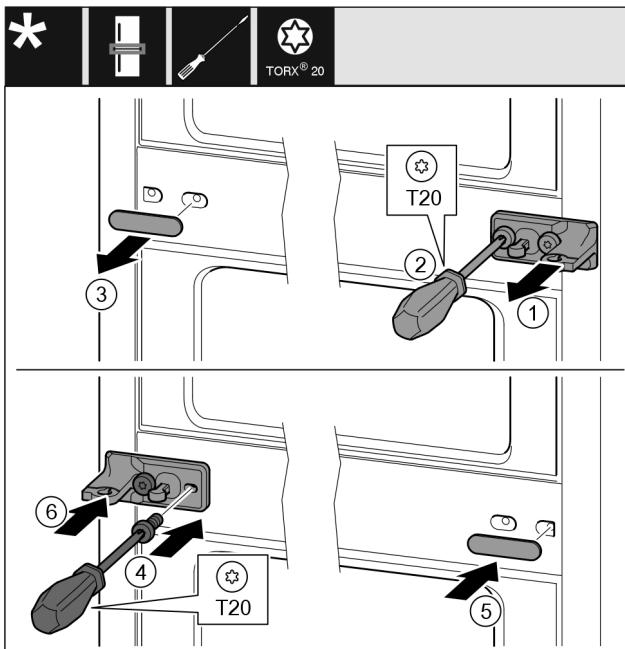

Fig. 33
- Свалете шайбата. Fig. 33 (1)
- Отвийте винтовете с отвертка T20. Fig. 33 (2)
- Свалете внимателно капака. Fig. 33 (3)
- Затегнете здраво от другата страна лагерната стойка с фолио, завъртън на 180°. Fig. 33 (4)
- Поставете капака, завъртън на 180°, от другата страна. Fig. 33 (5)
- Нахлузете отпред шайбата. Fig. 33 (6)